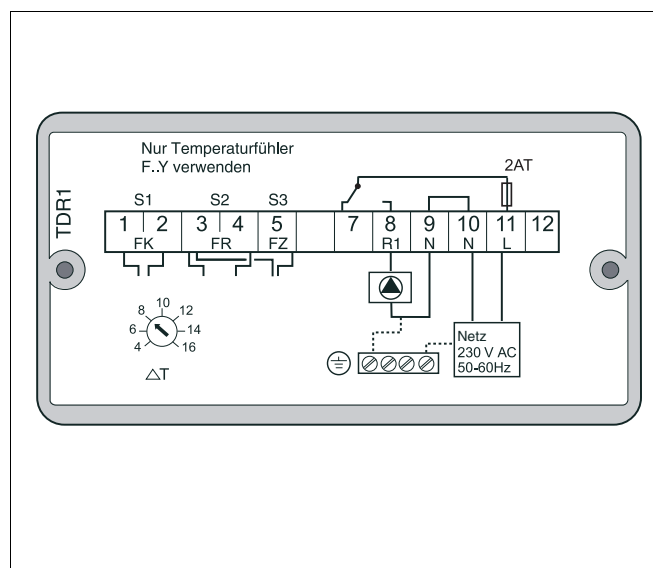

Abb. 21 Elektrische Anschlüsse
- Den WTK-Fühler an die **Klemmen 1 und 2** (Abb. 21) anschließen.
- Der **Speicher-Fühler FR** (FRY 20, ca. 20 mm lang mit dreieckiger Einkerbung, 12 mm und einem grauen, normalen Anschlusskabel) wird mittels beiliegender Klemme direkt am Öl- oder Gasheizkessel an der Heizungsvorlaufleitung (vom Heizkörper heiße Leitung) befestigt. Beim Pufferspeicher (PS) ist der Fühler mittels Tauchhülse unten in den PS einzubauen oder als Anlegefühler hinter der Isolierverkleidung im unteren Bereich anzubringen. Die Anschlussleitung wird bis zum Regelgerät verlängert und an die **Klemmen 3 und 4** (Abb. 21) angeschlossen. Verfügt die Heizungsanlage über einen Vier-Wege-Mischer, so ist der Anlegefühler an den Vorlauf der Heizungsanlage oberhalb des Mischers und der Heizungspumpe einzubauen.